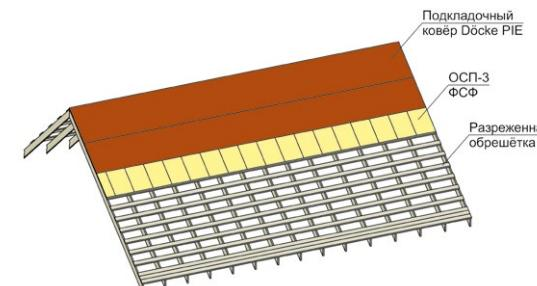

Рис. 9. Последовательный монтаж подкладочных ковров Döcke сверху-вниз.
4.1.6 Подкладочный ковёр монтируется параллельно карнизу, снизу-вверх, с нахлестом следующего ряда 100 мм, торцевые нахлести составляют 150 мм. Для минимизации хождения по коврам, особенно на крутых скатах, допускается производить последовательный монтаж сверху-вниз: монтируется верхний ряд плит ОСП-3 или фанеры ФСФ, затем на смонтированный ряд плит монтируется верхнее полотно подкладочного ковра (рис. 9). Данного способа монтажа подойдёт только для простых крыш, на которых отсутствуют ендовы.